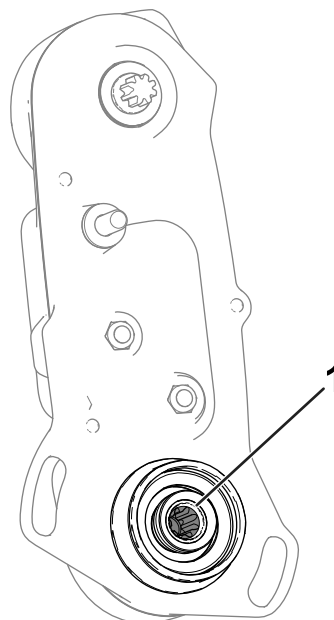

Figura 13
3. Verificați interiorul arborelui de acționare al cilindrului (Figura 13) în privința lubrifiantului rămas.